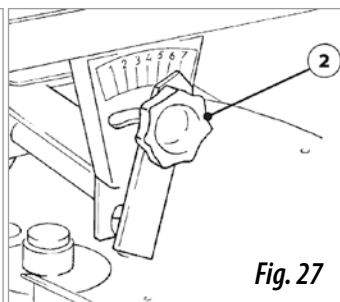

Fig. 27
2. Poziționați indicatorul de poziție a pâlniei (2, Fig. 27) la nr. 7 și montați canalul de calibrare așa cum se arată în figura de mai sus.